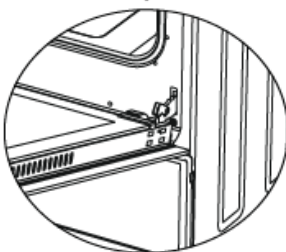

Fig. 4.2
2. Lyft gångjärnslåset till maximal vinkel enligt **fig. 4.2**. Båda gångjärnen som är anslutna till ugnsluckan ska sättas till samma position.